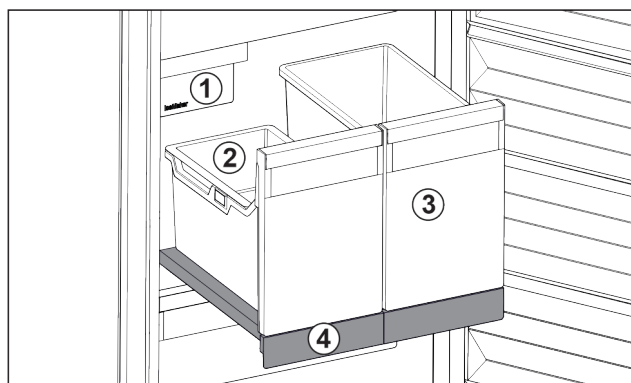

Fig. 103 Udtrækshylde med IceTower
- (1) IceMaker
- (2) Holder i døren til isterninger
- (3) Beholder til f.eks. pizza, alkoholiske drikkevarer
- (4) Udtrækshylde
Der findes to høje beholdere på udtrækshylden (IceTower). I beholderen Fig. 103 (2) samles og opbevares isterninger fra IceMaker. Beholderen Fig. 103 (3) er egnet til opbevaring af høje fødevarer som pizzaer eller alkoholiske drikkevarer.